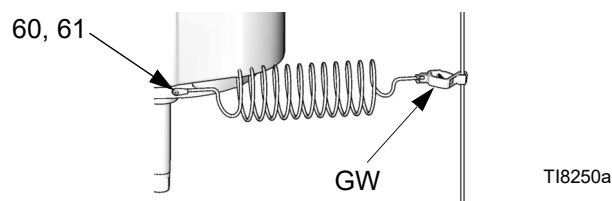

FIG. 2. Filo di terra
Vedere FIG. 2. Utilizzare la vite di terra (60) e la rosetta di sicurezza (61) per collegare il filo di terra (GW), codice 244524 al retro del motore pneumatico. Stringere saldamente la vite. Collegare l'altra estremità del filo di terra a una presa di terra efficace.